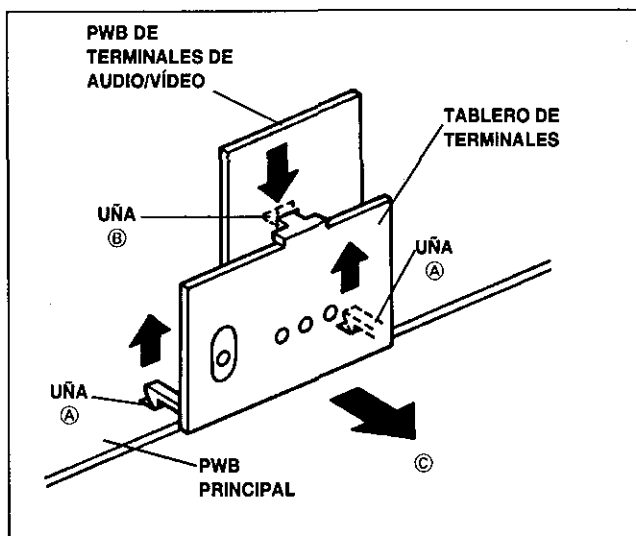

Fig. 3
2. Quite las uñas marcadas con (A) y (B) ensanchando ligeramente en el sentido de la flecha como se muestra en la Fig. 3.
3. Retire el TABLERO DE TERMINALES en el sentido de la flecha marcada como (C) como se muestra en la Fig. 3.